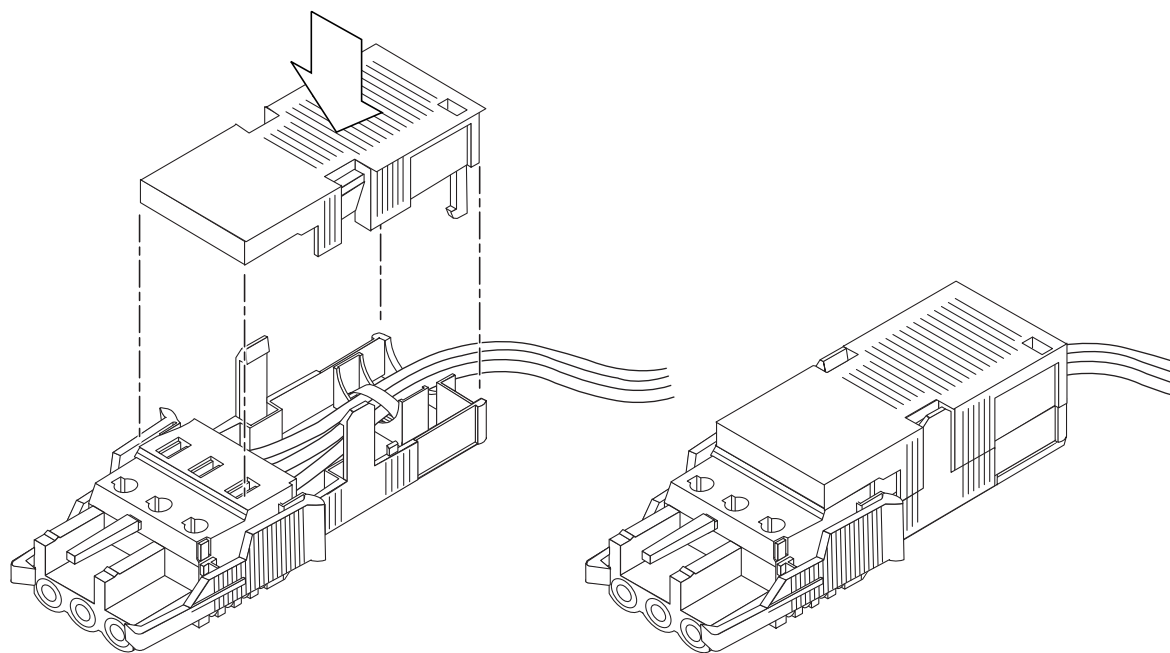

FIGURA 2-12 Assemblaggio dell'alloggiamento antideformazione
- 5. Abbassare la parte superiore dell'alloggiamento (FIGURA 2-12) in modo che le tre sporgenze presenti su di essa si inseriscano nelle aperture del connettore CC, quindi unire le parti superiore e inferiore dell'alloggiamento fino ad udire uno scatto.**